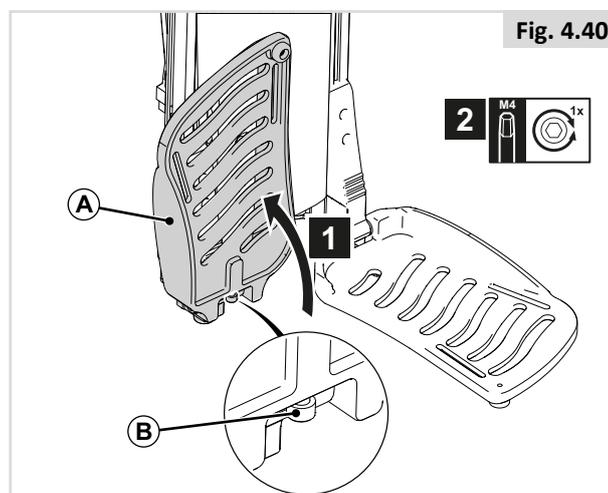

Fig. 4.40
- Wie bei allen beweglichen Teilen darauf achten, dass Sie Ihre Finger nicht einklemmen, (Fig. 4.40).
### Winkel des Knöchels (Fig. 4.40)